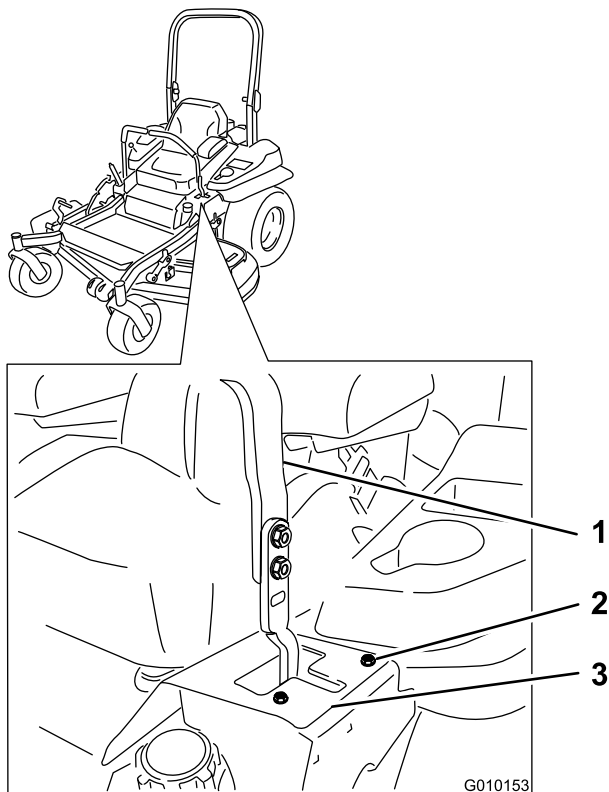

Bild 55
6. Wenn sie nach rechts zieht, lösen Sie die Schrauben und versetzen die linke Anschlagplatte am linken T-Schlitz nach hinten, bis die Maschine gradeaus fährt (Bild 55).
7. Wenn sie nach links zieht, lösen Sie die Schrauben und versetzen die rechte Anschlagplatte am rechten T-Schlitz nach hinten, bis die Maschine geradeaus fährt (Bild 55).
8. Ziehen Sie die Anschlagplatte fest (Bild 55).